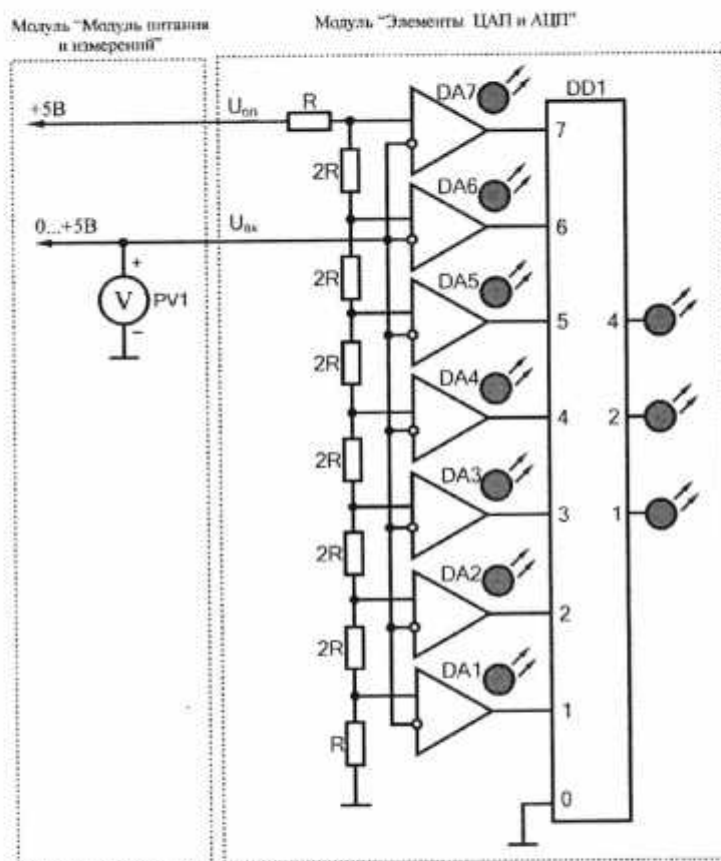

Рис. 12.4. Схема электрическая соединений лабораторных модулей для изучения параллельного АЦП
2. Собрать схему лабораторного стенда для изучения параллельного АЦП (рис. 12.4). Монтаж схемы производить при отключенных автоматических выключателях и переключателях питания.